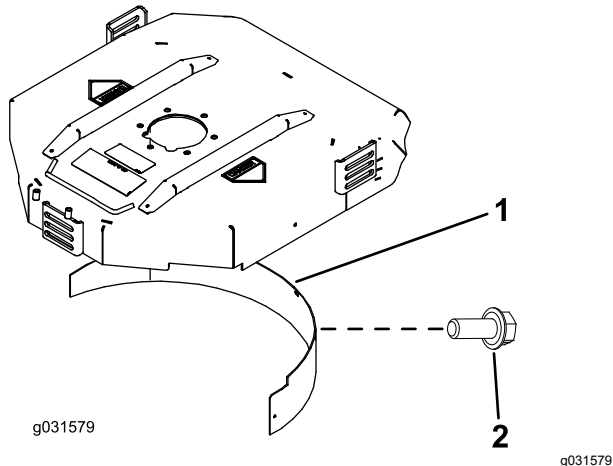

Figura 19
2. Instale el deflector de mulching en el hueco trasero y fíjelo con 5 pernos con arandela prensada (Figura 19).